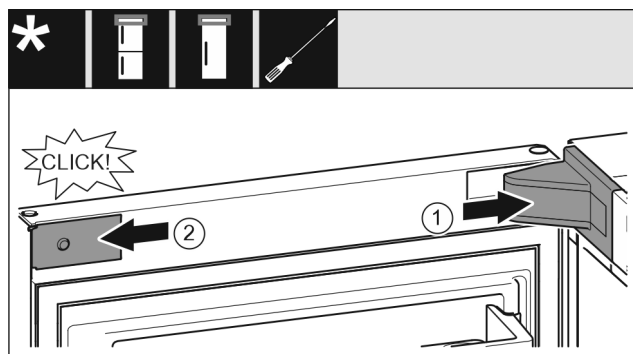

Fig. 21
- Namestite pokrov in ga zataknite, po potrebi ga previdno potisnite narazen. Fig. 21 (1)
- Ob strani namestite zaslonko in jo zataknite. Fig. 21 (2)